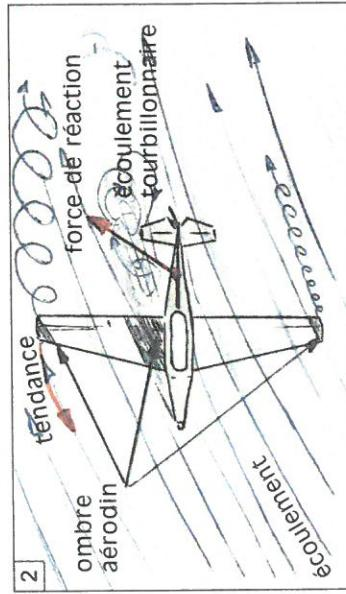
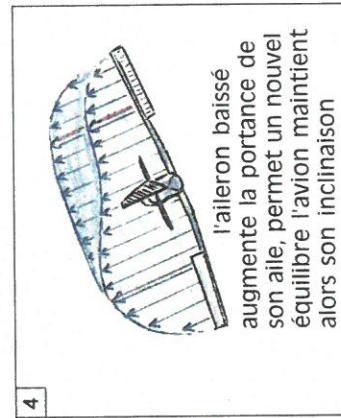
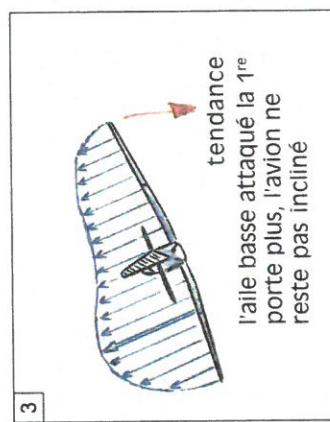

Fig. 2
Fig. 4
Fig. 3
2) **Des VOR sont dans la région et notre avion est équipé** : – Repérer un point caractéristique (gros village - croisement de route...). Tourner au-dessus de ce point. A l'aide de deux VOR au moins, chercher pour chacun d'eux le radial sur lequel vous vous trouvez (Fig. 2). Exemple : A l'aide du VOR 1 après l'avoir identifié, tourner l'OBS, de façon à centrer l'aiguille avec l'indication From. Lire le radial sur la couronne soit QDR 140°.
Exemple : On est proche du QDR 090°, se mettre sensiblement perpendiculaire au VOR en A. QDR 090° atteint, mettre le chrono en route et changer le QDR de 10° soit 100°. Déterminez le temps en secondes pour aller de A à B (supposons comme exemple 200 secondes) (Fig. 3).
Remarquons que dans ce cas, la précision est moins bonne que dans l'exemple (Fig. 2).
Remarques : que ce soit le cas de la **Fig. 2** ou **Fig. 3**, lorsqu'on a fait le point, pour se diriger ensuite vers l'aérodrome de son choix, il suffit de procéder comme pour un déroulement (pages 246 et 247).
Pour cela, il lui faut déterminer assez tôt, (son avion étant en vol horizontal vario à zéro), si sur son pare-brise le point (fictif) qui correspond à l'assiette zéro (flécher sur la **Fig. 4**), est sur ou sous le nuage. S'il est sur le nuage comme le montre la **Fig. 4**, c'est que nous allons entrer dans la couche. Il faut donc descendre pour passer dessous, si cela est possible (car la couche pourrait descendre jusqu'au sol), soit alors faire demi-tour, soit encore s'écartez si les conditions sont meilleures à côté. L'important étant d'analyser rapidement la situation et d'entreprendre aussitôt la manœuvre adéquate permettant d'évoluer en sécurité. Analyse identique face à une montagne. Ne pas attendre, lorsque vous estimez être à moins de 2 km d'un nuage ou d'un obstacle, écartez-vous **immédiatement**.
- 1) Nécessité d'agir en permanence sur le manche latéralement du côté de la glissade (Fig. 4). En effet, l'aile basse est attaquée la première et de ce fait, reçoit une meilleure alimentation d'écoulement d'air que l'aile haute, qui est en partie masquée par le fuselage (ombre aérodynamique) (Fig. 2), et porte moins, d'où tendance à revenir à inclinaison nulle (Fig. 3).
- 2) Nécessité d'agir sur le palonnier en sens inverse de l'inclinaison pour empêcher d'une part l'avion de virer (sincliner c'est virer), mais aussi de contrer "**l'effet de girouette**" qui tend à ramener l'appareil dans l'écoulement en vol symétrique (Fig. 2).
2) L'avion n'est pas sur l'axe, mais en étape de base ; souvent le pilote s'apercevra qu'il est trop haut, avant le dernier virage. Dans ce cas, attendre que l'avion arrive sur l'axe (Fig. 2), amorcer le dernier virage (à droite dans l'exemple), dépasser l'axe pour prendre l'angle d'attaque oblique, puis changer rapidement le sens d'inclinaison en conjuguant manche et palonnier et établir la glissade lorsque l'inclinaison est atteinte. Cette forme de mise en glissade est la plus "artistique".
(Fig. 4) - Changement de sens de l'inclinaison avec une mauvaise conjugaison des commandes, la rotation ne s'est pas faite sur le repère, effet de lacet inverse plus cadence inverse, non contrôlés.
(Fig. 3) - Changement de sens de l'inclinaison avec bonne conjugaison des commandes, la rotation s'est faite sur le repère, sans l'apparition de lacet inverse, ni de cadence inverse.
Il est facile et correct de diminuer l'angle d'attaque oblique, si la trajectoire s'écarte de l'axe, comme le montre la (Fig. 2). Par contre, si la trajectoire se rapproche de l'axe et que l'avion risque de passer de l'autre côté de cet axe, surtout **NE PAS CORRIGER** en transformant le vol glissé en une dangereuse cadence inverse (Fig. 3). En conclusion, au départ prendre toujours un angle trop fort.
Un avion évolue dans une masse d'air qui se déplace par rapport au sol. L'avion se comporte comme une mouche dans un wagon qui ignore le déplacement de celui-ci, le wagon étant comparable à la masse d'air. Pour l'avion en glissade, il en est de même, car il n'y a pas de différence aérodynamique, qu'il glisse aile haute au vent ou aile basse... La différence se manifeste par rapport à l'axe sol, l'avion qui glisse aile haute au vent devra avoir un angle d'ouverture plus grand que s'il glisse aile basse au vent (Fig. 4) si le pilote désire rester sur l'axe. Le fait de dire qu'il ne faut jamais glisser aile haute au vent est donc une "herésie" (assez généralisée). Au contraire, le fait de glisser aile haute au vent est un avantage car en raison de la composante du vent qui réduit la vitesse sol, le "**taux de chute**" est plus important qu'en glissade aile basse au vent, ce qui est le but même de la glissade.
Comme pour la P.T.U. non glissée, il est possible de combiner celle-ci à une prise de terrain par encadrement (Fig. 2) on a une P.T.O. (3), mais il n'y aura pas de lignes droites précédant le virage glissé (rappel P.T.U. pages 172 et 173).